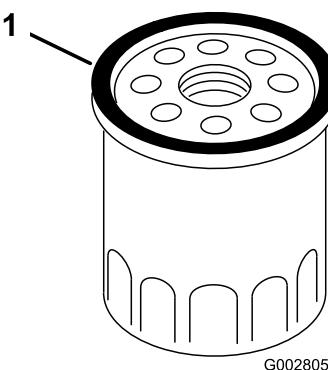

Figure 29
- Avec les doigts, appliquez de l'huile sur le joint du filtre neuf (Figure 29).